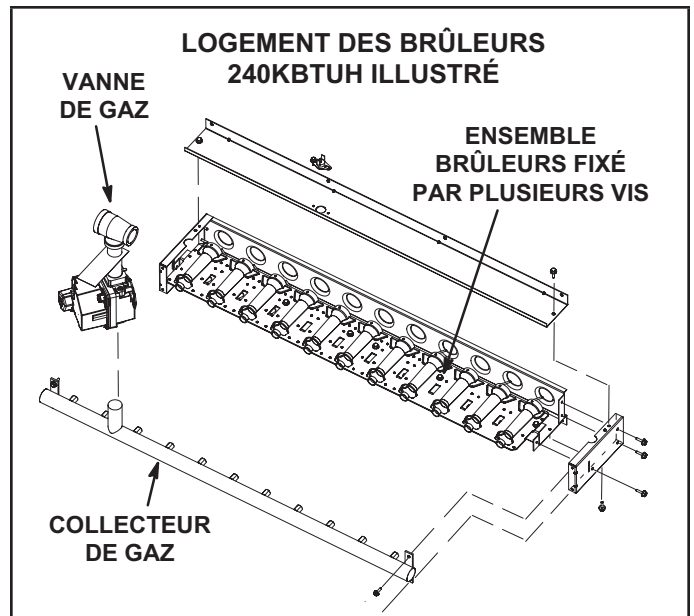

FIGURE 38
- 3 - Retirer les vis qui fixent l'ensemble brûleurs au support des brûleurs et retirer l'ensemble. Voir FIGURE 38. Les nettoyer au besoin.